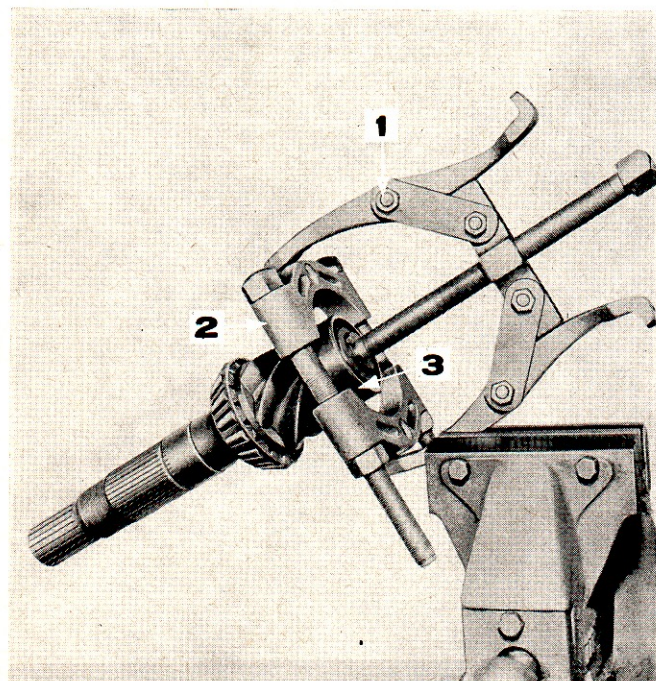

Figure 27: Dépose du roulement guide de pignon d'attaque
6. Extraire le frein monté sur l'extrémité arrière du pignon, puis, à l'aide des outils nos 1002 et 951, arracher le roulement guide du pignon (Figure 27).